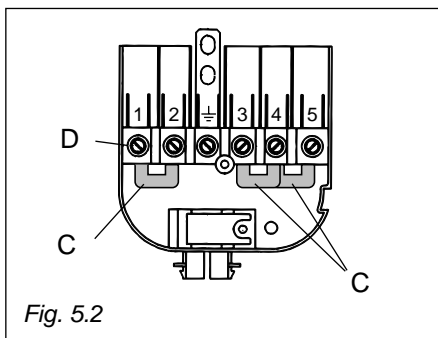
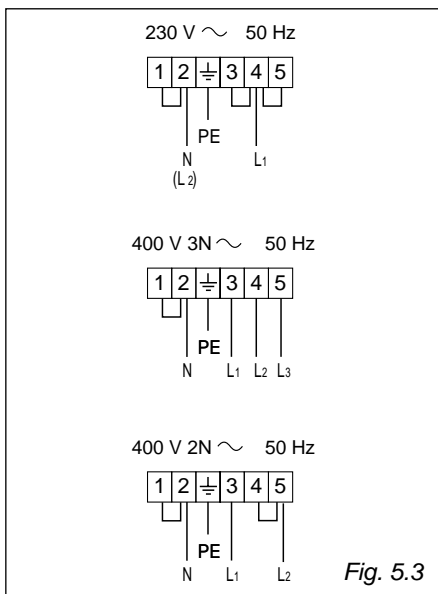

Fig. 5.2
Fig. 5.3
- ✓ Posicione los pernos de U C en la regleta de bornes D (fig. 5.2) de acuerdo con el esquema de la fig. 5.3
- ✓ Inserte el cable de alimentación, de tipo y sección adecuada (véase el capítulo específico) en el pasacable F de la protección B y conecte los cables de gas y de tierra en los respectivos bornes de la regleta D de acuerdo con el esquema de la fig. 5.3.